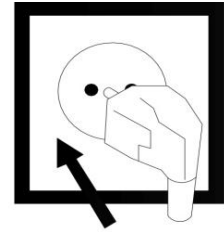

Рис. 1
1. Подача электропитания на котел. (Рис. 1.)